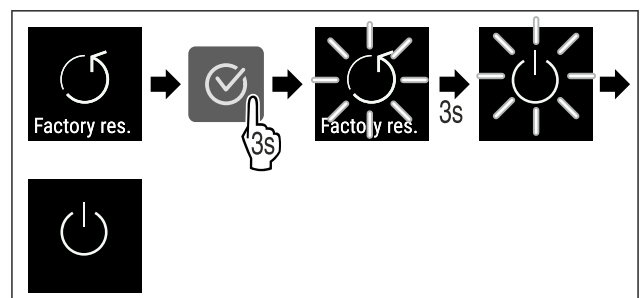

Fig. 113
- ▶ Stappen (zie Fig. 113) uitvoeren.